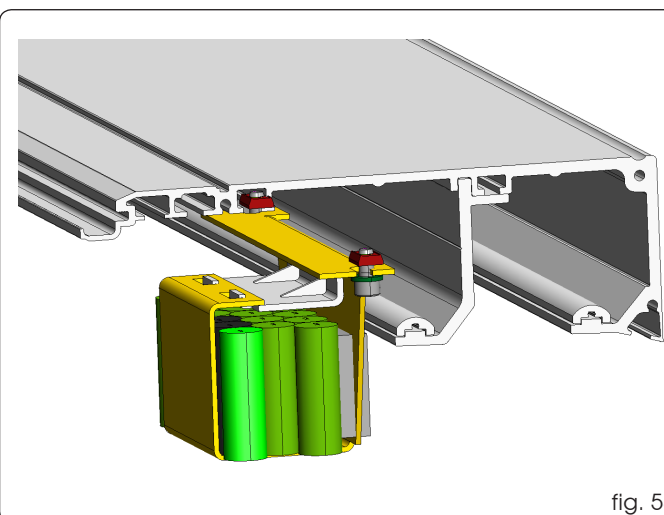

fig. 55
- Zet twee plaatjes in het steunprofiel zoals aangegeven in fig. 55.